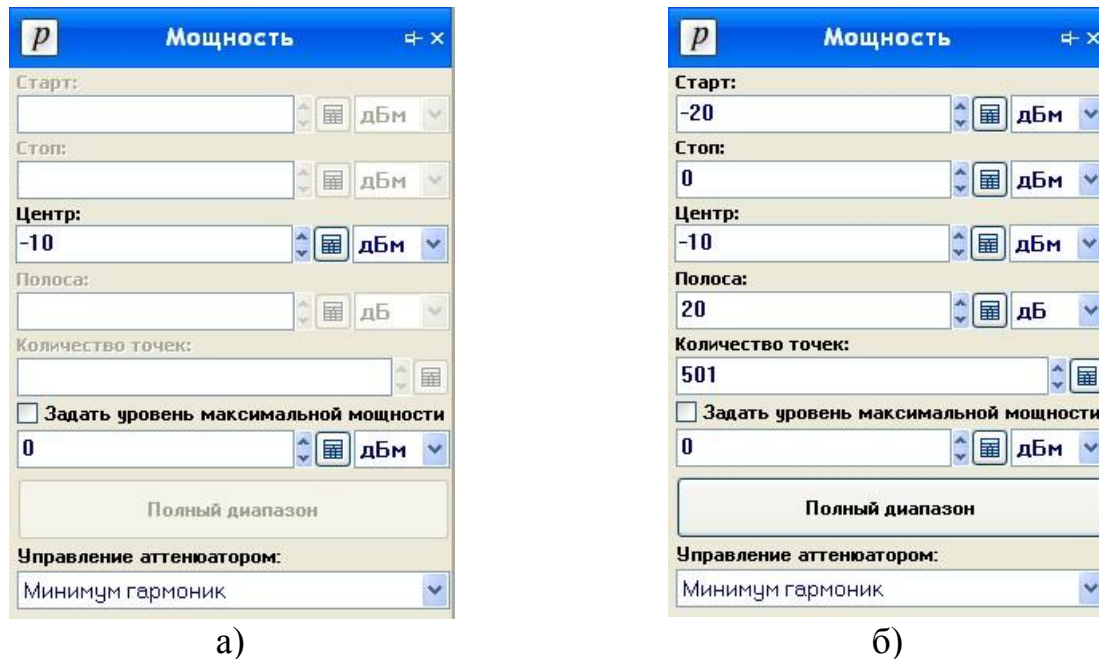

Рисунок 7.3 – Вкладка «Мощность»
7.4.1 Установка параметров мощности проводится во вкладке «Мощность» панели управления (рисунок 7.3).
7.4.2.1 В режимах «Фиксированная частота и мощность» и «Сканирование по частоте» задаётся только значение мощности в поле «Центр» (рисунок 7.3-а).
7.4.3.1 В режимах «*Сканирование по мощности*» и «*Сканирование по частоте и мощности*» (рисунок 7.3-б) установка мощности возможна двумя способами: